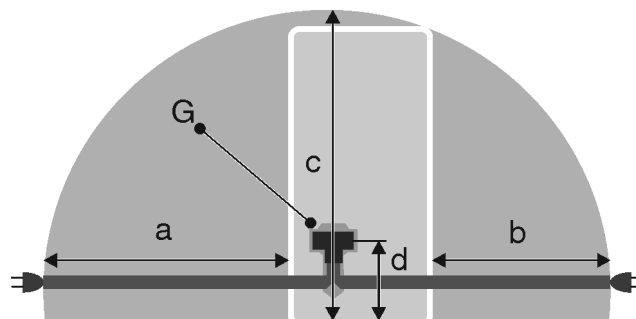

Fig. 27
- Priza se află în afara zonei părții posterioare a aparatului în zona dată Fig. 27 (a, b, c).
- ▶ Cuplați fișa aparatului Fig. 27 (G) pe partea posterioară a aparatului. Acordați atenție fixării corecte în poziție.